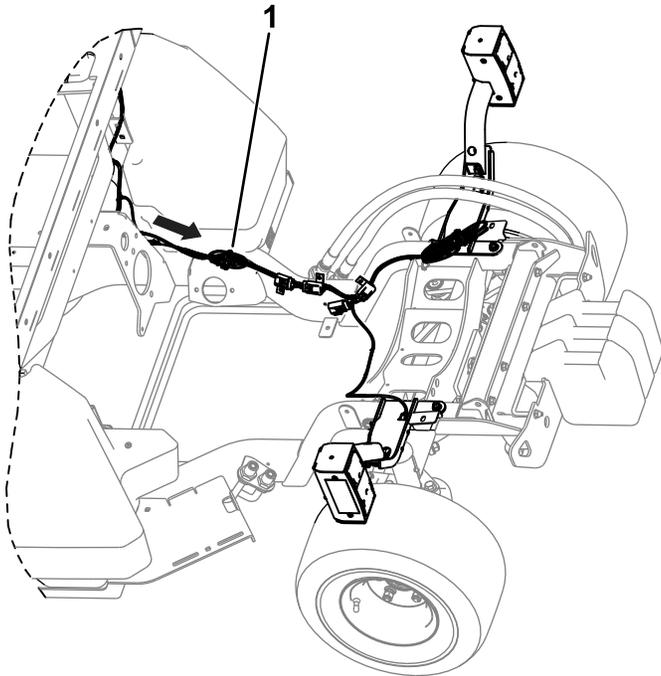

Figura 39
3. Utilice una brida para enrollar entre sí los conectores restantes (J01 y J02) (Figura 39).